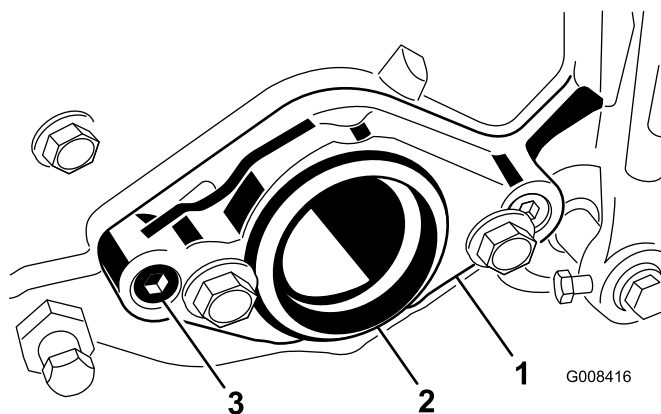

Figure 14
- B. A l'extrémité droite du plateau de coupe, retirez l'obturateur en plastique du logement de roulements (Figure 14).
- C. Retirez les 2 vis Allen qui fixent le support du moteur au côté droit du plateau de coupe. Déposez le support du moteur (Figure 14).